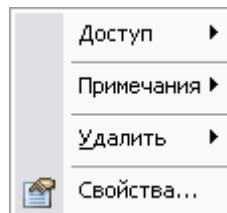

Рис. 203
**Свойства** (Рис. 203). Или нажмите на кнопку  панели инструментов.